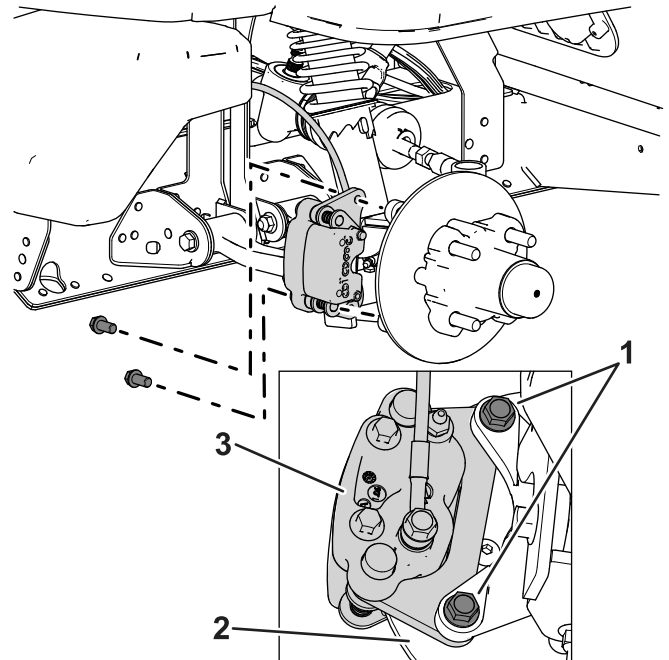
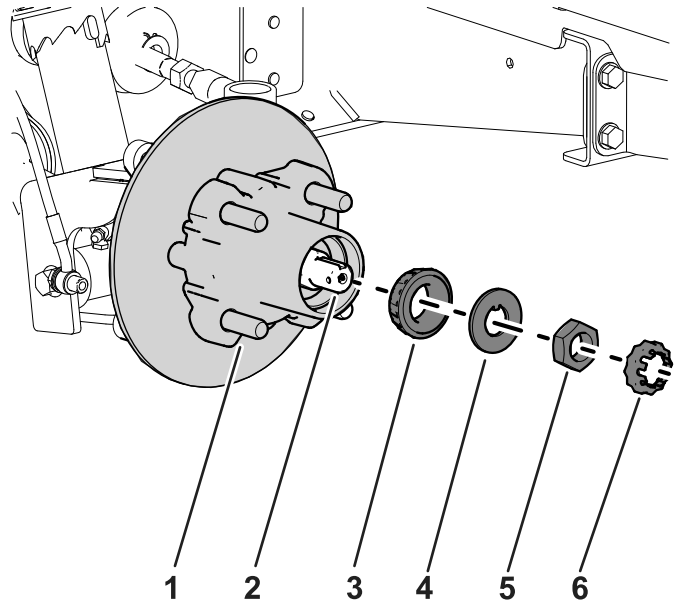

Figura 33
Figura 37
3. Retire los pernos con arandela prensada ($\frac{3}{8}$ " x $\frac{3}{4}$ ") que sujetan el soporte de la pinza al eje y separe el freno del eje (Figura 33).
1. Aplique una ligera capa de la grasa especificada en el eje (Figura 37).
2. Monte el cubo y el rotor en la mangueta con el rotor hacia dentro (Figura 37).
3. Monte el cojinete exterior en el eje y acople el cojinete al anillo de rodadura exterior (Figura 37).
4. Monte la arandela con pestaña en el eje (Figura 37).
5. Enrosque la tuerca en el eje y apriétela a 15 N·m (11 pulgadas-libra), mientras gira el cubo para acoplar el cojinete (Figura 37).
- Alinee las pastillas de freno en cada lado del rotor (Figura 33) y los orificios del soporte de la pinza con los orificios en el montaje del freno del eje (Figura 37).
- Sujete el soporte de la pinza al eje (Figura 33) usando los 2 pernos con arandela prensada ($\frac{3}{8}$ " x $\frac{3}{4}$ ").